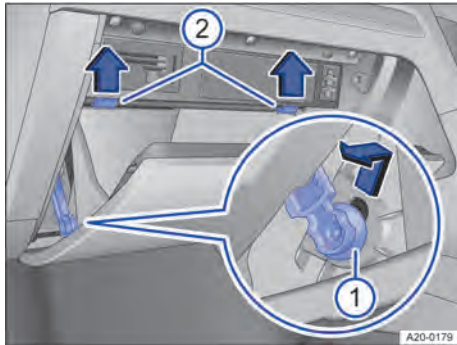

Abb. 199 Abdeckung des Sicherungskastens in der Instrumententafel: Rechtslenker, auf der Beifahrerseite (Prinzipdarstellung).
1. Handschuhfach öffnen und ggf. leeren → Abb. 199.
2. Bremsselement nach oben in die Öffnung der Halterung schieben und seitlich herausziehen → Abb. 199 ①.
3. Die Anschlagzapfen in Pfeilrichtung nach oben drücken und gleichzeitig das Handschuhfach weiter öffnen → Abb. 199 ②.
3. Handschuhfach vorsichtig über den Widerstand der Anschlagzapfen hinweg nach vorn drücken → Abb. 199 ②.